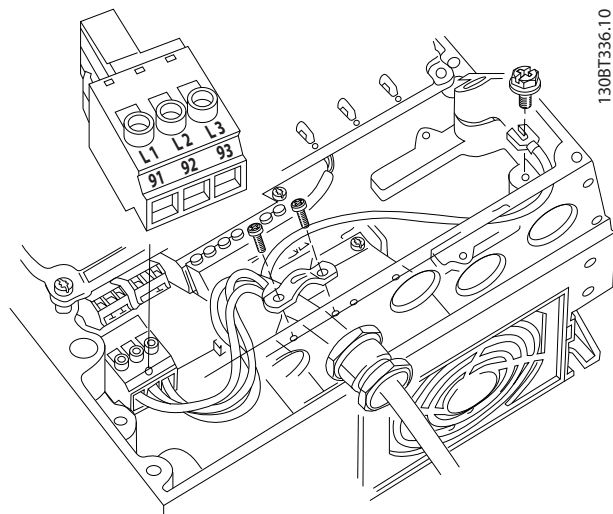

Рисунок 2.18 Подключение к сети питания переменного тока
- Подключите проводку 3-фазного входного питания переменного тока к клеммам L1, L2 и L3 (см. *Рисунок 2.18*).